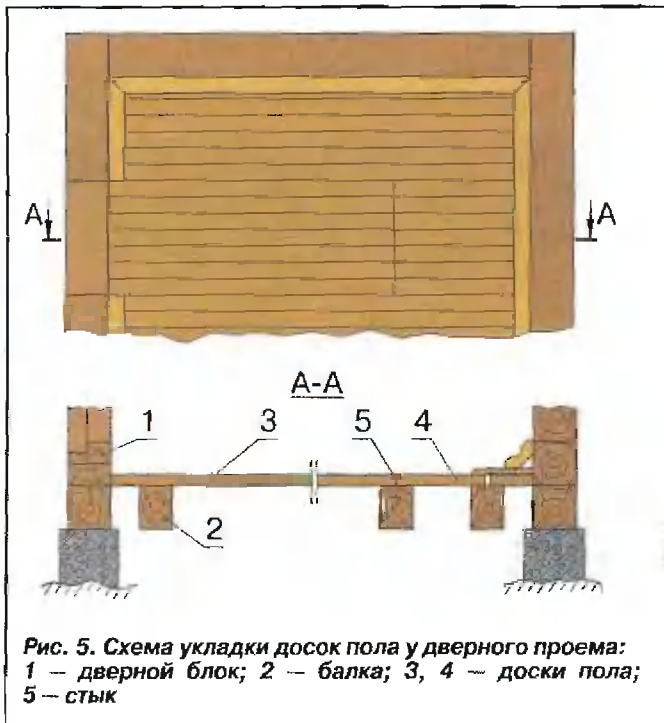

**Рис. 6. Вариант отделки стыка стены с потолком:**
**Рис. 6. Разметка стен с шагом стоек 400 мм.** Для того, чтобы стандартные листы обшивки стыковались на середине стоек, разметку примыкающих стен нужно начинать от угла, а не от торца обвязки. Учтите, что угловую стойку для стены толщиной 150 мм нельзя собрать из 3-х досок — «пятидесяток», поскольку в этом случае вы не обеспечите основу для гвоздей при обшивке стены изнутри
Для наружных стен разметку с шагом 400 мм начинают с откладывания 380 мм от внешнего угла и пометки впереди линии разметки. От этой отметки отмеряют по 400 мм и снова ставят значок (например «Х») впереди линии разметки (**рис. 6**). Если одна наружная стена уже смонтирована, при разметке обвязки примыкающей к ней стены рулетку цепляют за внешнюю сторону уже установленной (а не за торец обвязки) и отмеряют 380 мм от нее. Это также гарантирует, что середина третьей стойки будет на расстоянии 1200 мм от угла.
А вот применительно к потолку варианты с накладками можно использовать более широко — ведь по потолку не ходят, а значит вспомогательные элементы вряд ли помешают, а скорее всего даже украсят интерьер помещения (рис. 6).